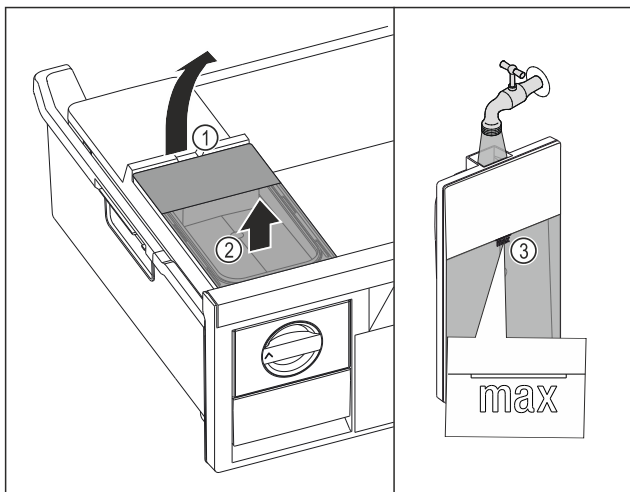

Fig. 125
- ▶ Zvedněte nádržku na vodu za vybrání Fig. 125 (1).
- ▶ Vyměňte nádržku na vodu nahoru. Fig. 125 (2)
- ▶ Naplňte nádržku na vodu pitnou vodou až po značku Fig. 125 (3).